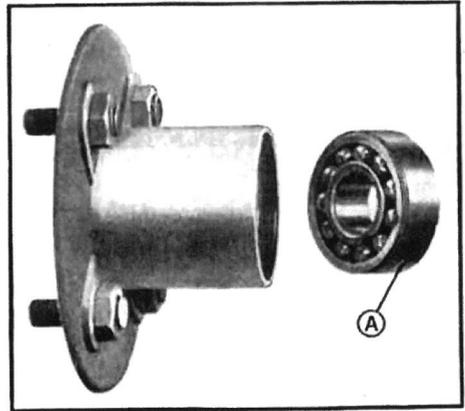

Fig. 261. — Moyeu AV., type 2 B.
- 5—Remplacer les roulements par des roulements neufs en remplaçant le grand roulement simple par un grand roulement double (*fig. 261*).